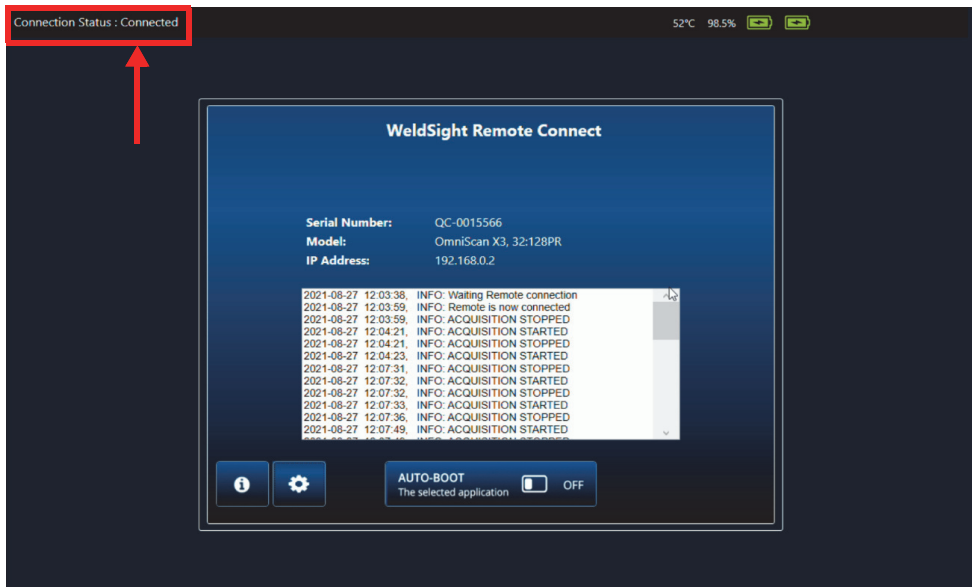

Figura 7-6 Stato collegamento – Connected
7. Se tutto è stato configurato correttamente, lo stato in WeldSight Remote Connect dovrebbe passare da **Ready** (Pronto) a **Connected** (Collegato) [Figura 7-6 a pagina 81].